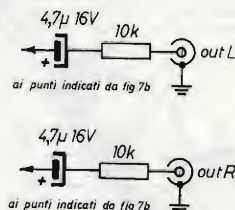

figura 7b - 2ª modifica.
2) Prevedere una uscita stereofonica preamplificata in parallelo agli ingressi degli amplificatori "rear" in modo da potere connettere un amplificatore supplementare posteriore (figure 5, 6 e 7b) saldando due cavetti schermati con calza a massa e poli caldi ai punti indicati in figura 7b, interponendo in serie ad essi un condensatore elettrolitico da 4.7 μF ed un resistore da 10 k Ω .